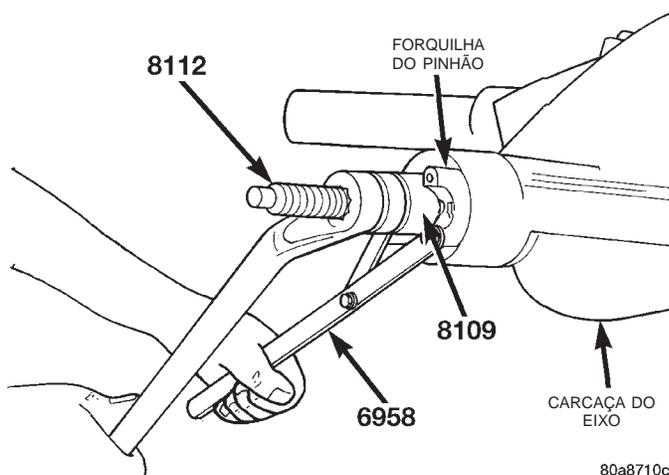

Fig. 34 Instalação da Forquilha do Pinhão
(11) Instale a forquilha com o Parafuso Instalador 8112, Capa 8109 e Suporte 6958 (Fig. 34).